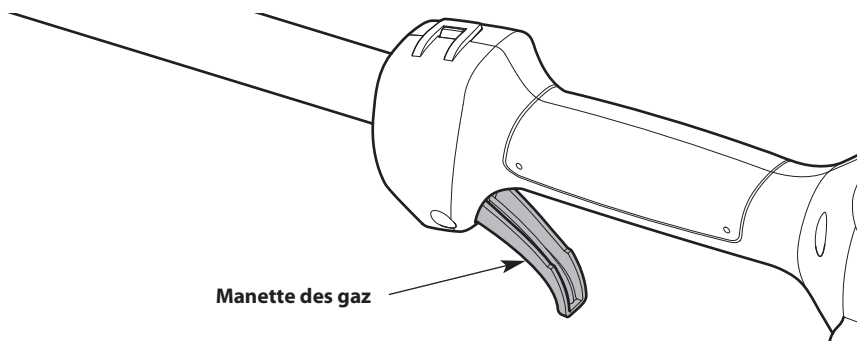

Fig. 12
4. Serrez la manette des gaz et maintenez-la enfoncée (Fig. 12).